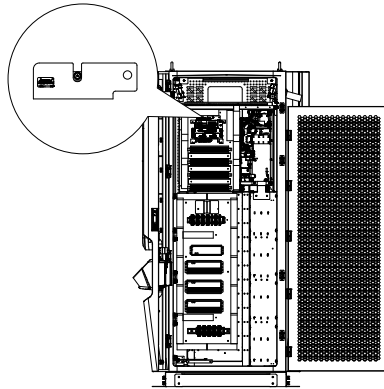

Abbildung 4-7. 4G/WLAN-Modulzugriff
- 1) Ziehen Sie das erste Fach aus dem Steuerungsgehäuse. Das 4G/WLAN-Modul befindet sich innerhalb des Schrankes. Siehe nachfolgende Abbildung 4-7.